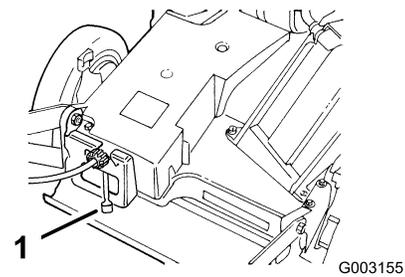

Bild 14
- Stellen Sie den Fahrgeschwindigkeitshebel auf die Neutralstellung (N) Bild 14.
Der Rasenmäher hat drei Fahrgeschwindigkeiten. 1 ist langsam, 2 ist mittel und 3 ist schnell. Der Fahrgeschwindigkeitshebel befindet sich hinten an der Riemenabdeckung (Bild 14).